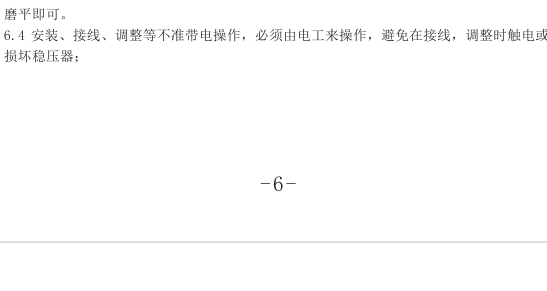

图8: 检测控制部分原理图: 仅供参考,如有改动,恕不另行通知!
4.1 单相1000VA~30kVA高精度全自动交流稳压器检测控制部分原理图见图8。